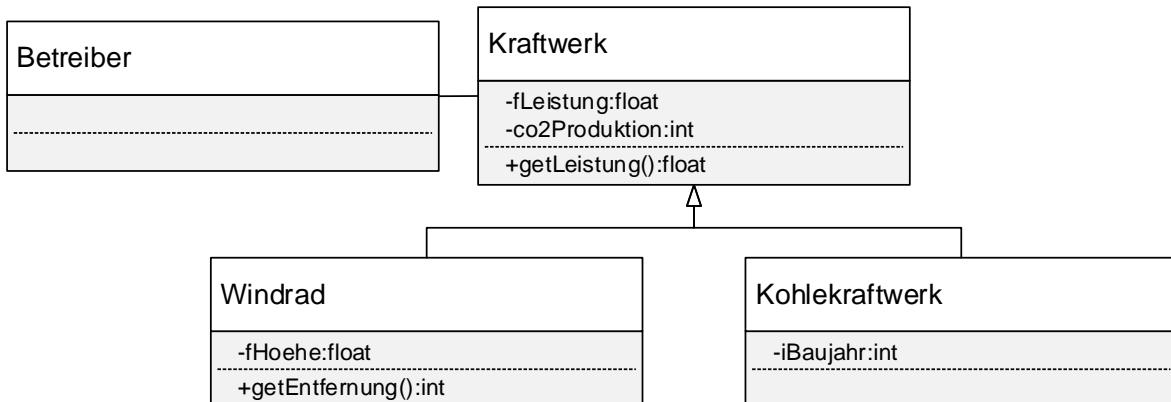

Bild 18.1: Klassendiagramm für Aufgabe 18 b)
- b) Sie möchten eine Software zur Verwaltung von Kraftwerken schreiben. Bild 18.1 zeigt das vereinfachte UML-Klassendiagramm für die zu implementierende Software.